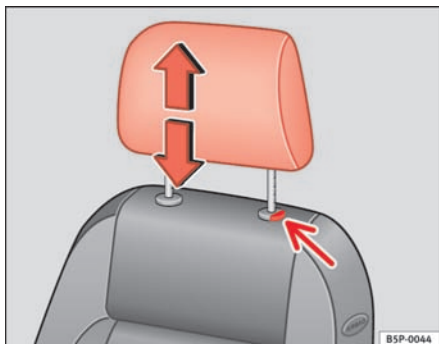

Fig. 92 Indstilling og afmontering af hovedstøtter
- Tryk på knappen ⇒ fig. 92 (pil).